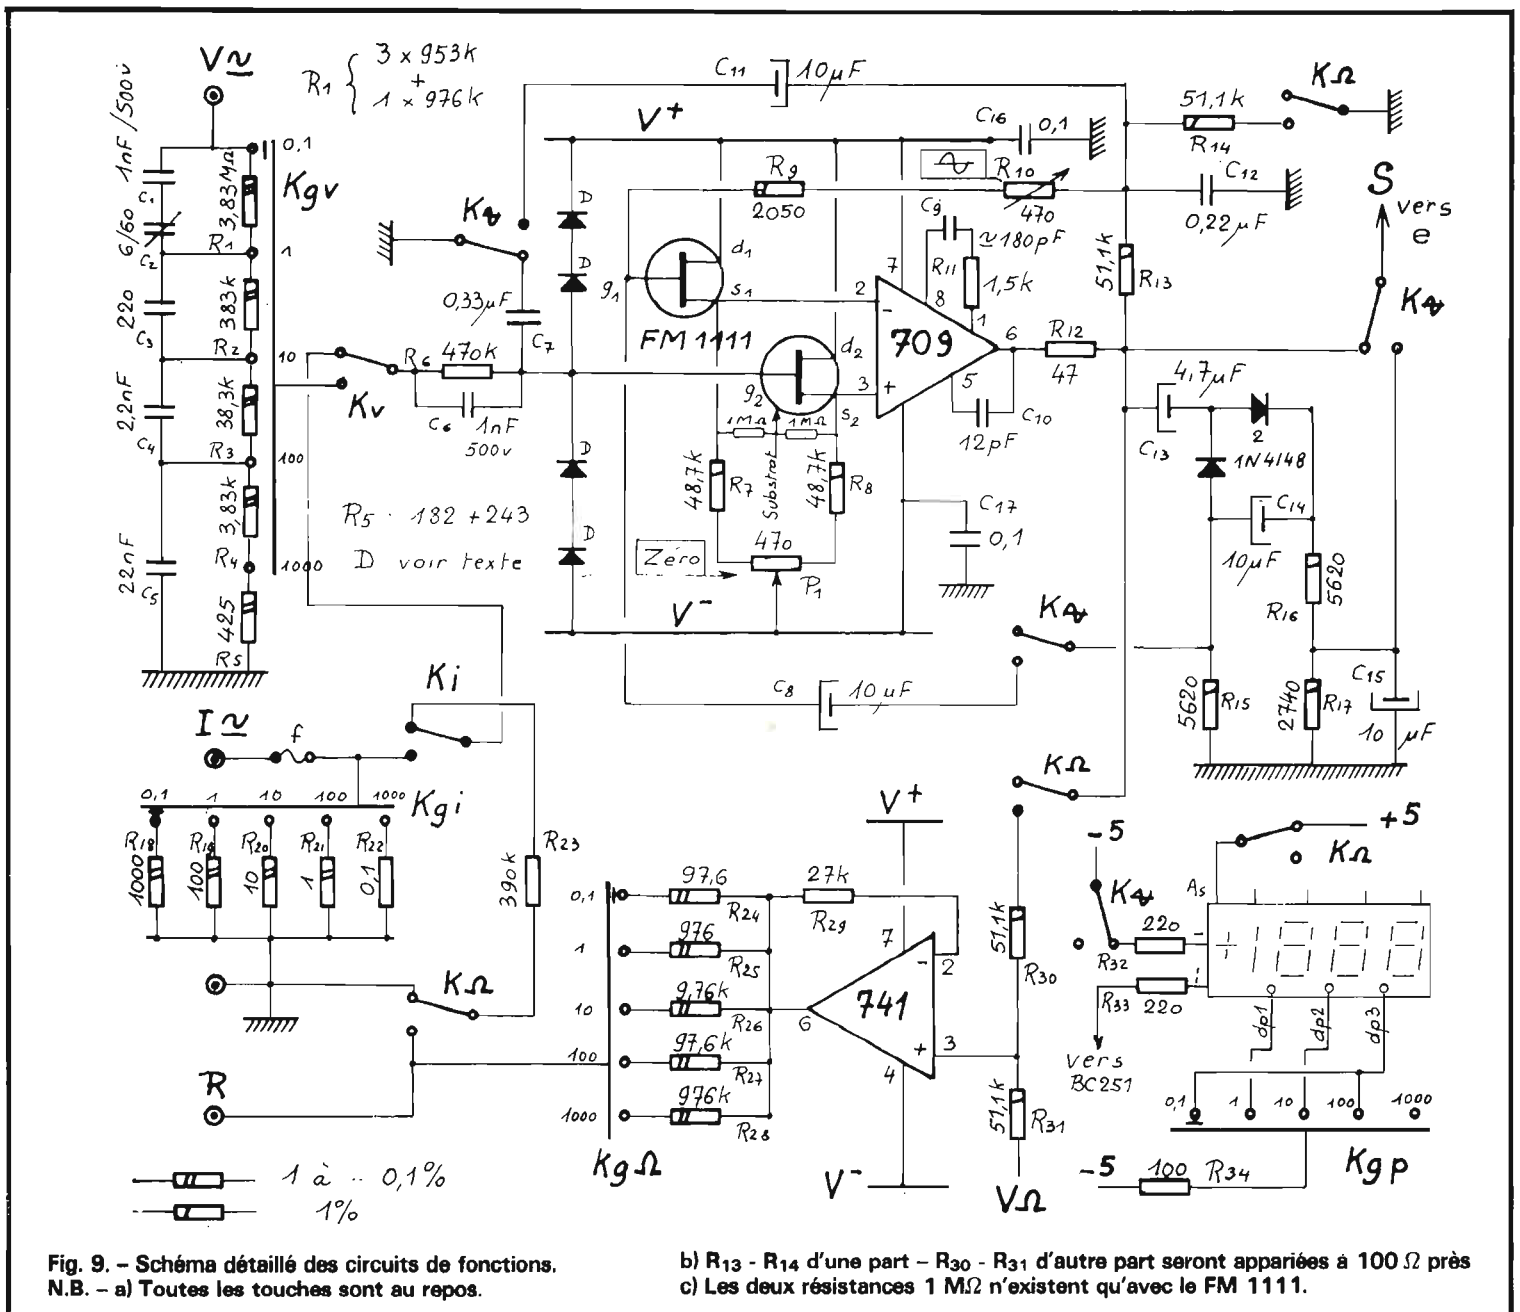

Fig. 9. - Schéma détaillé des circuits de fonctions.
e) Etude du schéma complet (voir fig. 9).